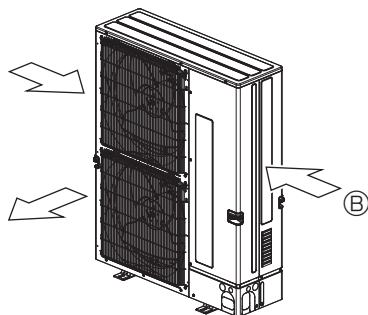

Fig. 2-5
- 3 По возможности разместите прибор так, чтобы воздух из выходного отверстия выдувался в направлении, перпендикулярном к сезонному направлению ветра. (Fig. 2-5)